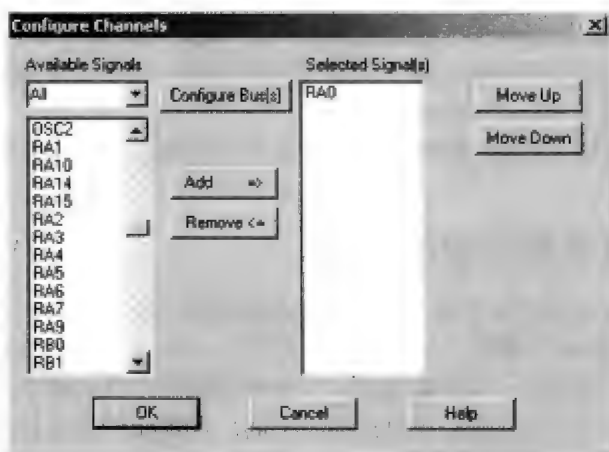

图 2-4 逻辑分析仪通道配置对话框
(4) 单击 Channels 按钮,弹出通道选择对话框(见图 2-4)。
(5) 在这里,可以选择希望可视化观察的器件输出引脚。本例中,请选择 RA0,然后单击 Add=>按钮。
(6) 单击 OK 按钮,关闭通道选择对话框。